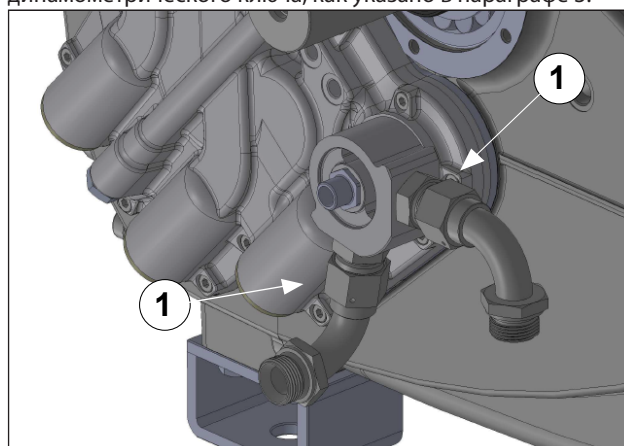

Рис. 131
Навинтите два колена, соединяющие с трубами теплообменника (поз. ①, Рис. 131) и затяните их с помощью динамометрического ключа, как указано в параграфе 3.